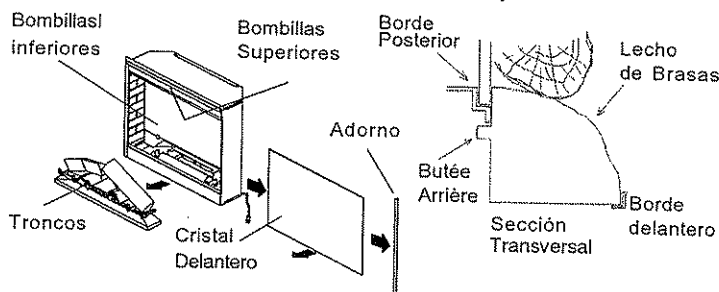

FIGURA 3
11. Vuelva a colocar el juego de troncos introduciendo el borde delantero del calentador de aire y empujando hacia abajo en el borde posterior del lecho de brasas hasta que encaje en su sitio (Figura 3).